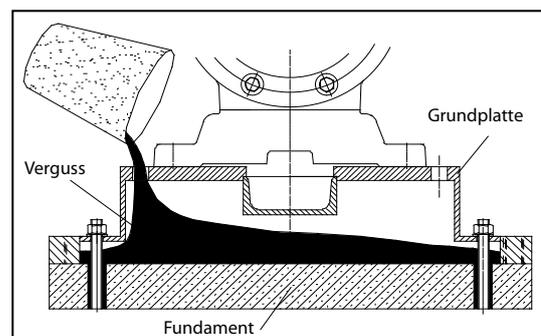

Abbildung 4.1 – Verguss
1. Die Rohrhülsen nach dem Vergießen einsetzen und die Ankerschrauben etwas verschieben, bis sie mit den Schraubenbohrungen auf der Grundplatte ausgerichtet sind (siehe Abbildung 4.1).
- Zum Vergießen von Mörtel eine Schalung um das Fundament bauen (siehe Abbildung 4.1). Das zum Vergießen verwendete Gemisch sollte aus einem (1) Teil Zement und zwei (2) Teilen Sand bestehen.